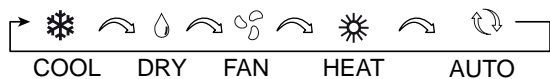

Fig. 27: Réglage du mode de fonctionnement
– Chaque pression sur la touche **MODE** change le mode selon la séquence indiquée à Fig. 27.